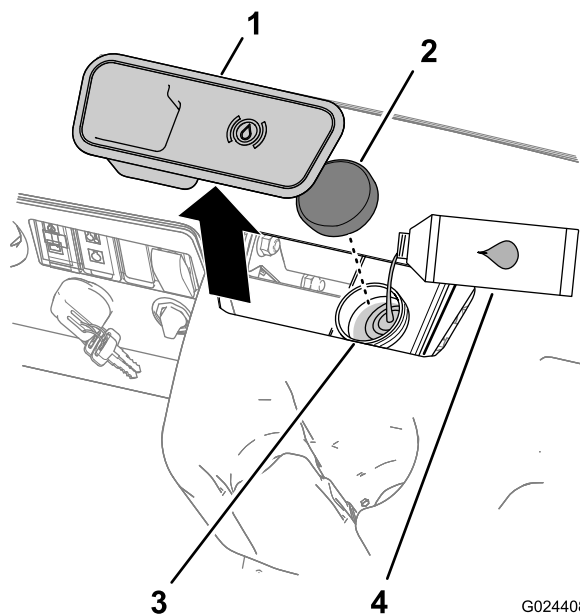

Рисунок 13
2. Снимите резиновую заглушку в центре и в верхней части приборной панели, чтобы получить доступ к главному тормозному цилиндру и бачку (Рисунок 13).
- A. Очистите область вокруг крышки бачка и снимите крышку (Рисунок 13).
- C. Установите на место крышку бака (Рисунок 13).